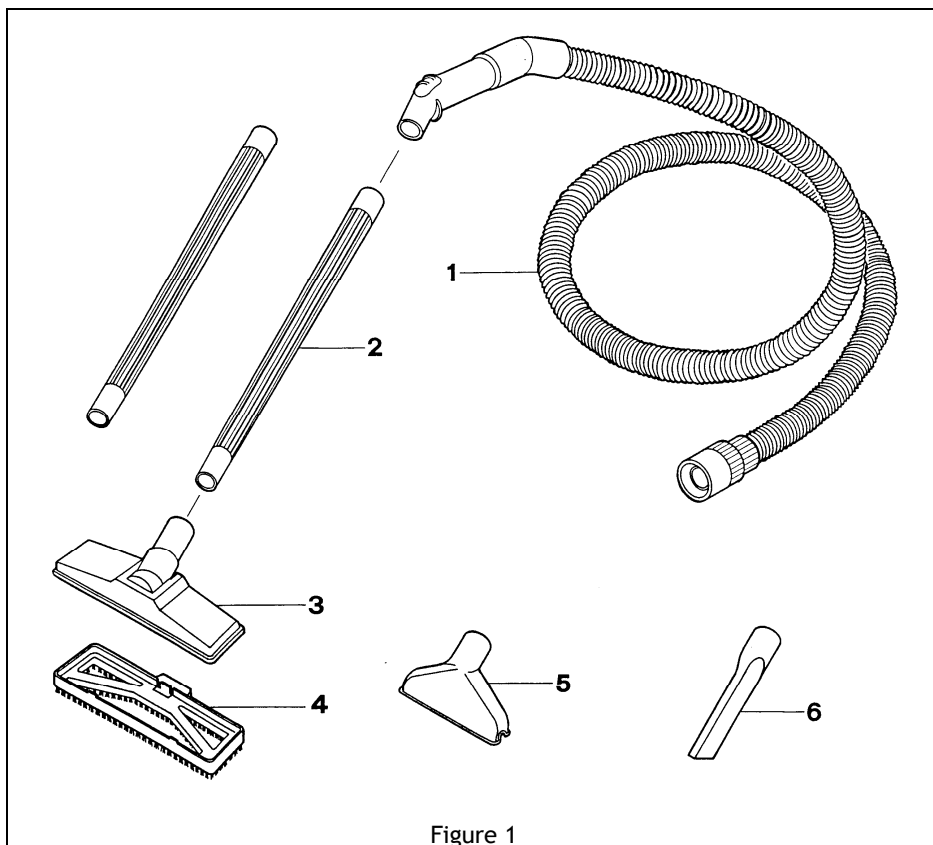

Figure 1
2. insérer l'embout de flexible côté cuve (rep.1, figure 1) dans la prise de flexible (rep.21, figure 2)
3. insérer l'embout de flexible côté canne (rep.1, figure 1) dans le tube (rep 2, figure 1)
4. choisir l'accessoire adapté à votre travail (rep.4, 5 ou 6, figure 1), et l'insérer dans le tube(rep 2, figure 1).
- Les poussières doivent être aspirées avec le filtre cartouche (rep26, fig1) ou le sac papier (rep27, fig1) mis en place, vérifier leurs état de propreté, les changer ou les laver si nécessaire (sauf le sac).
- Pour l'aspiration des liquides, enlever le filtre cartouche et le sac papier, garder uniquement le filtre mousse (rep24, fig1).